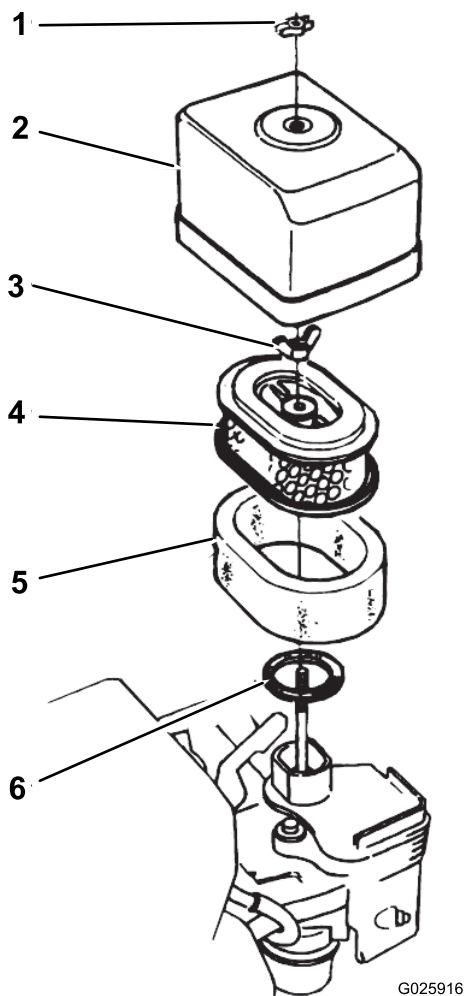

図 31
4. エアクリーナにエアクリーナのカバーを取り付ける蝶ナットを使用 図 31。
1. エアクリーナカバーをエアクリーナ本体に固定している蝶ナットを取り、カバーを外す 図 31。
2. エアフィルタの蝶ナットを取り、フィルタを外す 図 31。
3. ペーパーフィルタからスポンジエレメントを外す 図 31。
1. ペーパーエレメントにスポンジエレメントを取り付ける 図 31。
2. ガasketが磨耗や破損していないか点検する 図 31。
3. ガasketをキャブレターの吸気口に正しく取り付ける 図 31。
4. エアフィルタのエレメントをキャブレターに蝶ナットで取り付ける 図 31。
5. もう一つの蝶ナットで、エアクリーナカバーをキャブレターに取り付ける 図 31。